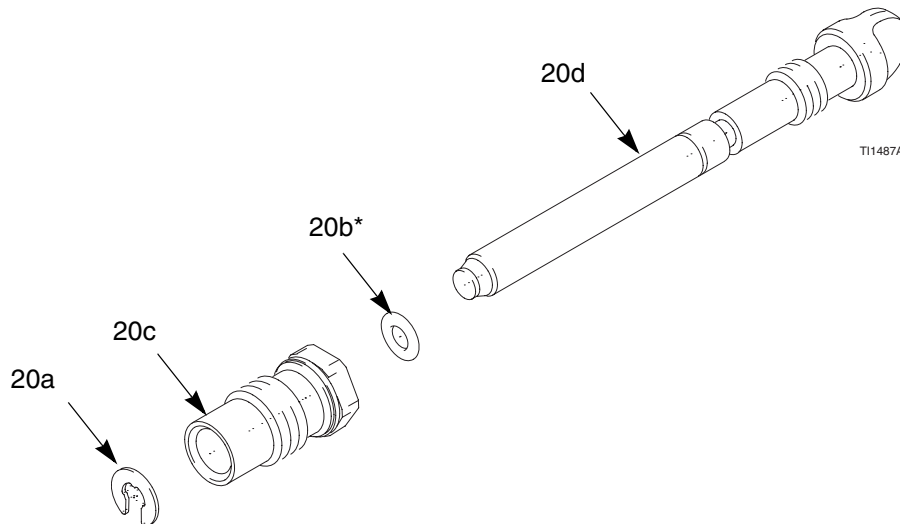

Abb. 31. Hornluftventil
3. Den Haltering (20a) entfernen. Siehe ABB. 31.